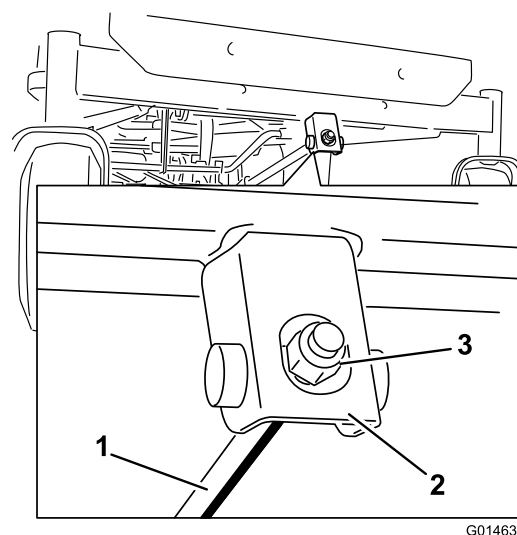

Рисунок 69
- Чтобы отрегулировать наклон ножа в продольном направлении, поверните регулировочную гайку в передней части газонокосилки (Рисунок 69).